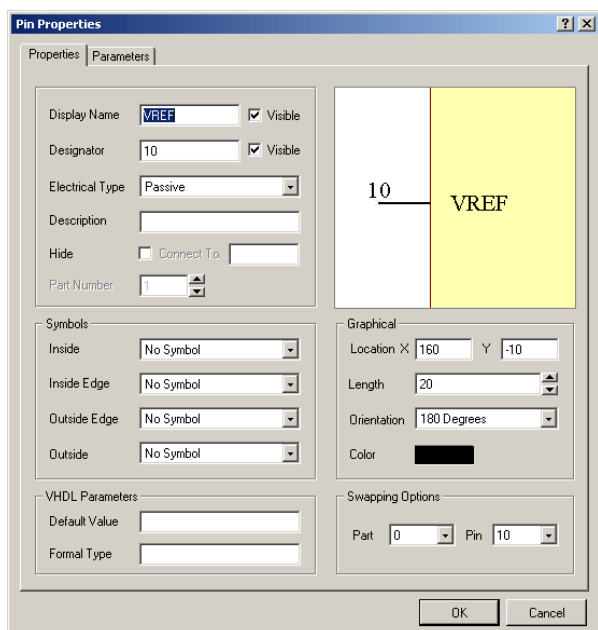

Рисунок 19 – Настройка параметров вывода компонента.
7. Выполним двойной щелчок левой кнопкой мыши на одном из выводов старого символа. В появившемся окне Pin Properties в поле Display name изменим описание вывода на соответствующее описание вывода микросхемы TDA 7294. Каждому из выводов определим его электрический тип, в поле Electrical type (рисунок 19). Вывод при этом получит свое описание и в дальнейшем позволит избежать ошибок при проектировании.